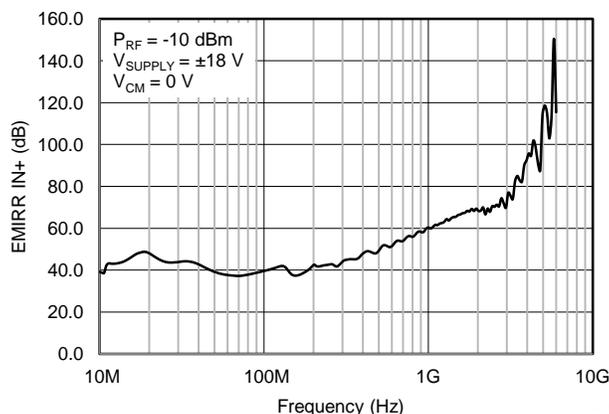

图 42. EMIRR 测试
OPAx172-Q1 使用集成电磁干扰 (EMI) 滤波功能来降低干扰源（如无线通信设备以及混合使用模拟信号链和数字组件的高密度电路板）产生的 EMI 效应。利用电路设计技术可以提高 EMI 抗扰度；OPAx172-Q1 可从这些设计改进中受益。德州仪器 (TI) 已经开发出在 10MHz 至 6GHz 宽频谱范围内准确测量和量化运算放大器抗扰度的功能。图 42 显示了对 OPAx172-Q1 执行此测试的结果。表 3 显示了 OPAx172-Q1 在实际应用中常见特定频率下的 EMIRR IN+ 值。应用。在表 3 中列出的应用可在下图所示的特定频率或近似频率下运行。详细信息另见《运算放大器的 EMI 抑制比》应用报告 (SBOA128)，您可从 [www.ti.com](http://www.ti.com) 下载该报告。